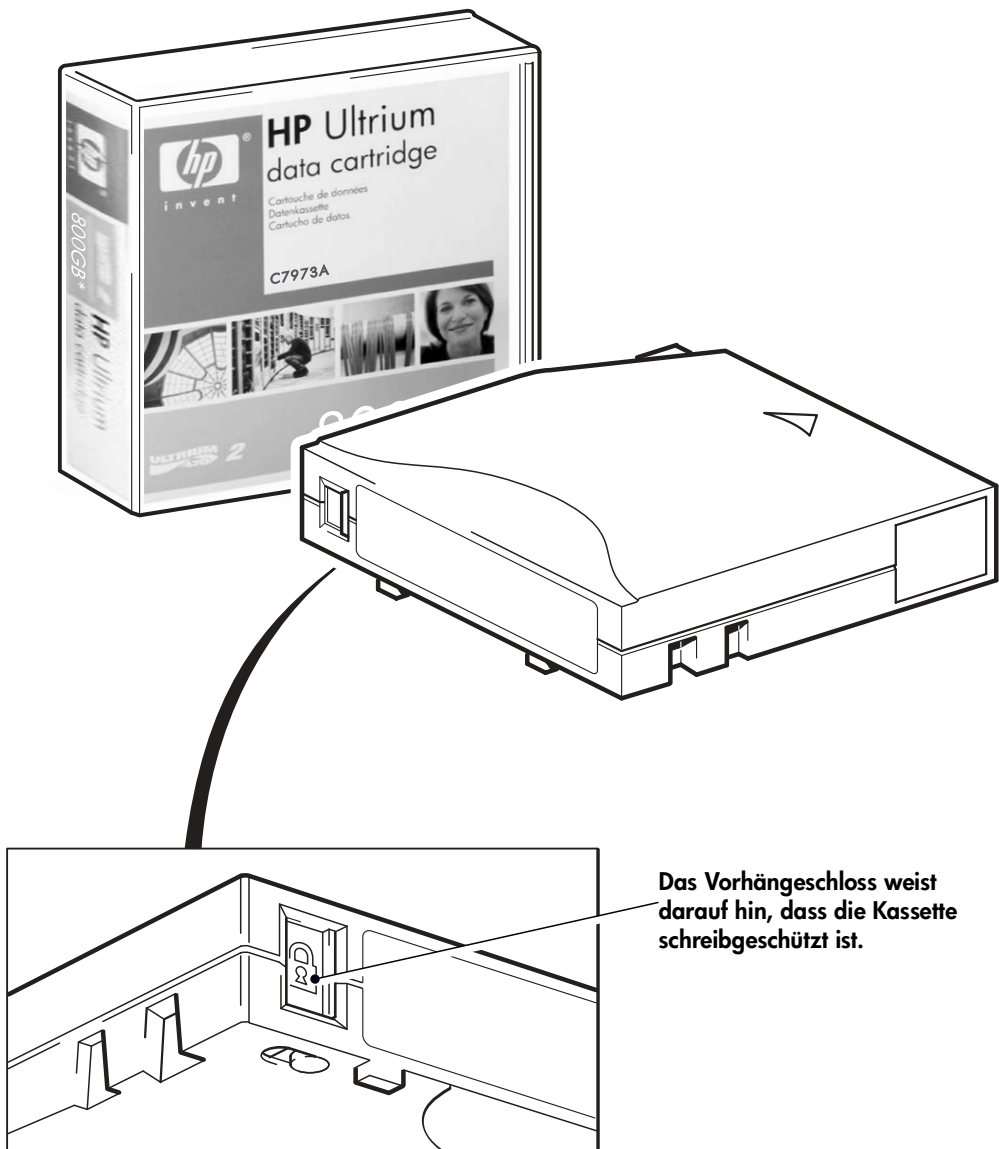

Abbildung 9: Schreibschutz bei Kassetten
- Um den Schreibschutz einer Kassette zu deaktivieren, schieben Sie die Schreibschutzvorrichtung nach links. In Abbildung 9 ist die Anordnung der Schreibschutzvorrichtung dargestellt.